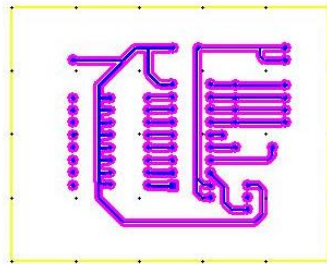

Figura 83. Recuadro de corte board.
63. Y realice un cuadro que cubra todo el diseño como se muestra en la figura 83.